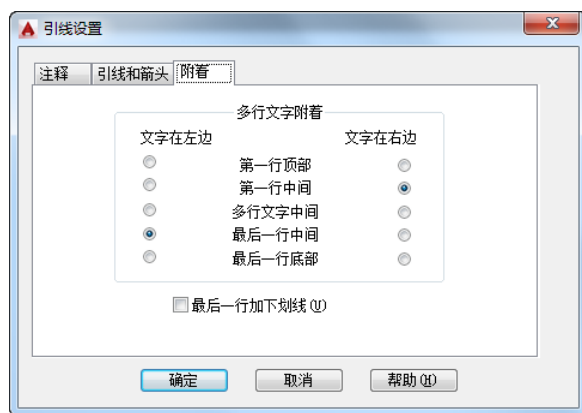

图 7-44 “引线设置”对话框的“附着”选项卡
(2) <设置>: 在上面提示下直接回车或键入S, AutoCAD打开图7-44所示“引线设置”对话框,允许对引线标注进行设置。该对话框包含:
3) “附着”选项卡(如图7-44所示): 设置注释文本和指引线的相对位置。如果最后一段指引线指向右边, AutoCAD自动把注释文本放在右侧; 如果最后一段指引线指向左边, AutoCAD自动把注释文本放在左侧。利用左侧和右侧的单选按钮分别设置位于左侧和右侧的注释文本与最后一段指引线的相对位置, 二者可相同也可不相同。